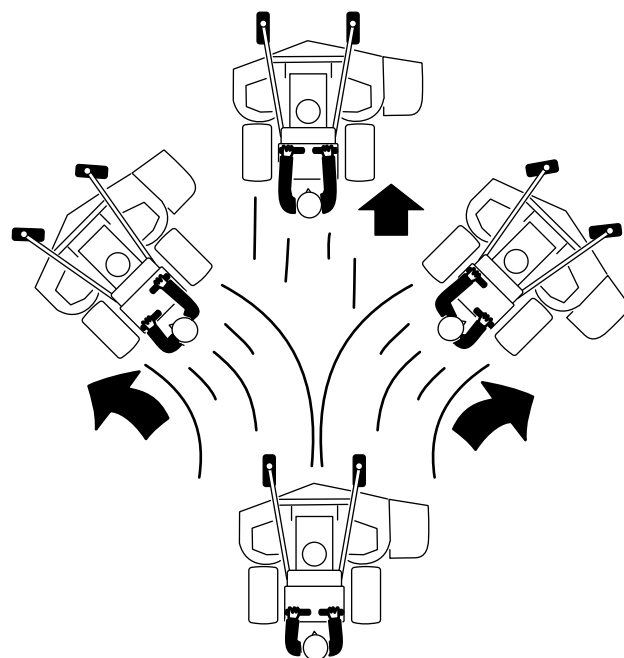

Figura 15
- Empuje lentamente las palancas de control de movimiento hacia adelante (Figura 15).